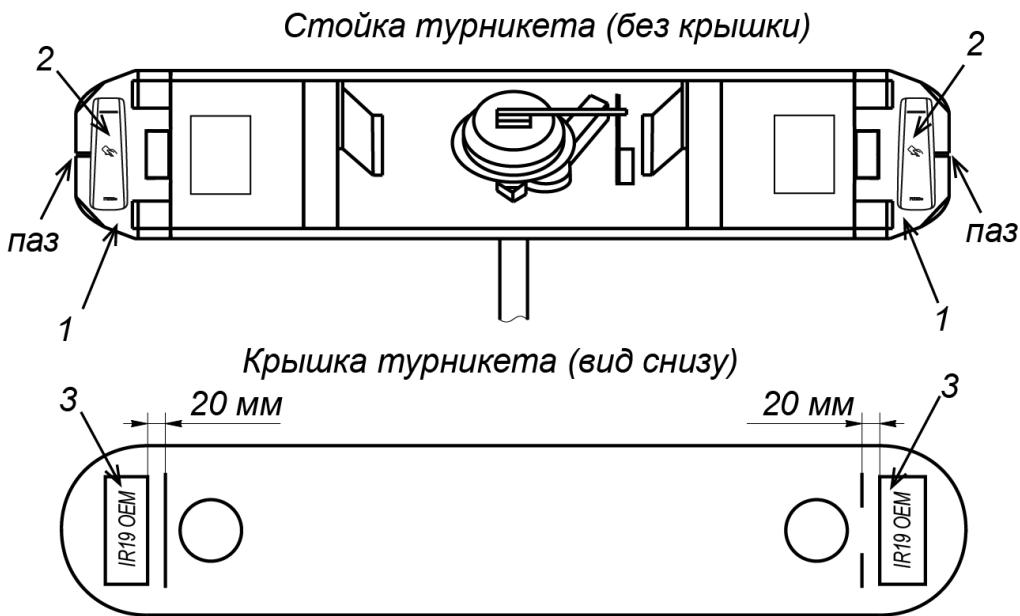

Рисунок 13. Место установки считывателя СКУД
8. При необходимости установите встраиваемые RFID-считыватели на специальных кронштейнах под крышкой турникета (см. рис. 13).
Считыватели устанавливают при помощи двустороннего скотча или просверлив отверстия по месту. Считыватели **PERCo-IR19 OEM** устанавливаются непосредственно на крышке турникета снизу на двусторонний скотч, при этом место установки необходимо рассчитать так, чтобы они не мешали при закрытии крышки (см. рис. 13).